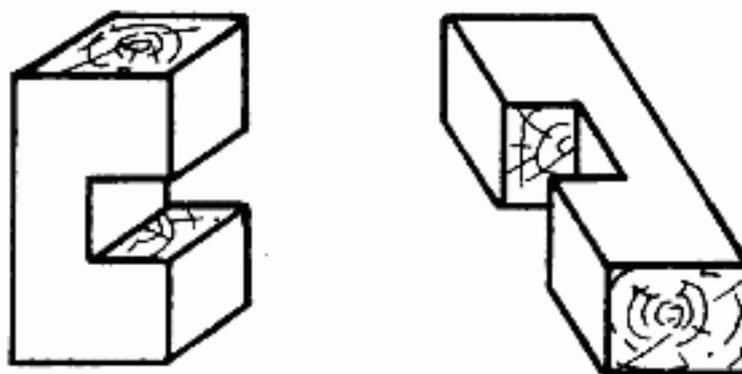

Рис. 25. Крестообразное соединение
*Крестообразное соединение.* Для устройства крыш и ферм чаще всего используют такой тип крепления, как крестовое. Оно напоминает Т-образное. Но здесь в одинаковой степени ведущей можно назвать и ту и другую планку (рис. 25). Типы такого соединения различаются только по глубине крепежной накладки: от  $1/6$  толщины бруска до  $2/3$ .